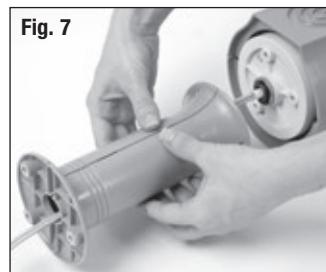

Fig. 7
- Aligner les pièces avant et arrière de l'assemblage du socle, puis les emboîter fermement l'une dans l'autre (Fig. 7).